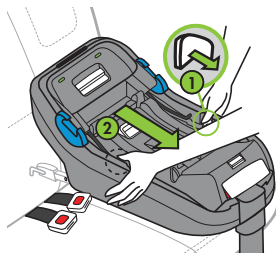

Figura 51
Extienda los conectores LATCH presionando y manteniendo presionados ambos botones de ajuste LATCH (1), y luego tirando de la base hacia usted (2), como se muestra en la **Figura 51**.